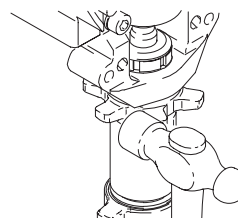

Fig. 18 7673B
6. Fig. 18. Desserrer l'écrou en tapant avec un marteau de 560 g. (maximum). Dévisser la pompe.